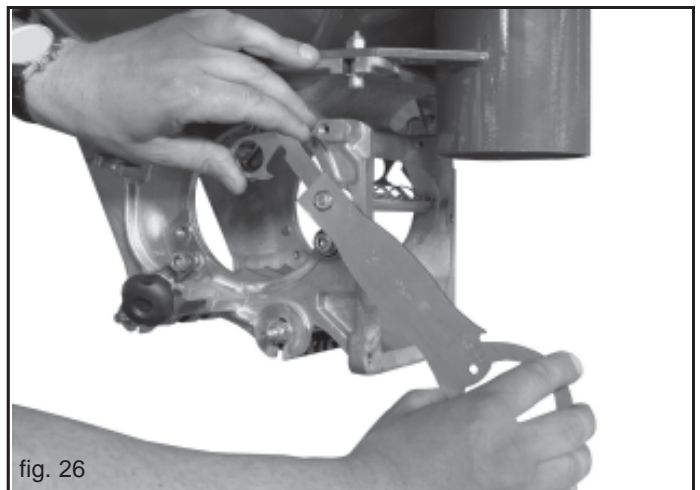

fig. 26
- 3) Stopmuttern M8 beidseitig mit dem beiliegenden Universalschluessel soweit loesen. (Fig. 26).